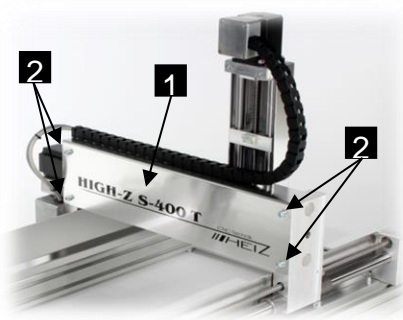

Abb. 34: Abdeckung Y-Achse
- 2 Vier Schrauben (Abb. 34 /2) lösen und entfernen
- 3 Abdeckung (Abb. 34 /1) an der Y- Achse entfernen.